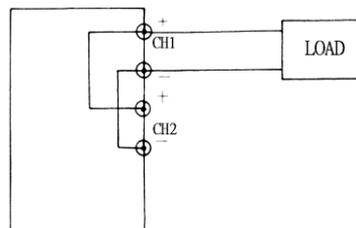

Figure 8 Mode asservi parallèle. Schéma de branchement.
- Brancher le dispositif à tester sur les bornes + et - , en respectant les polarités, selon la figure 8.